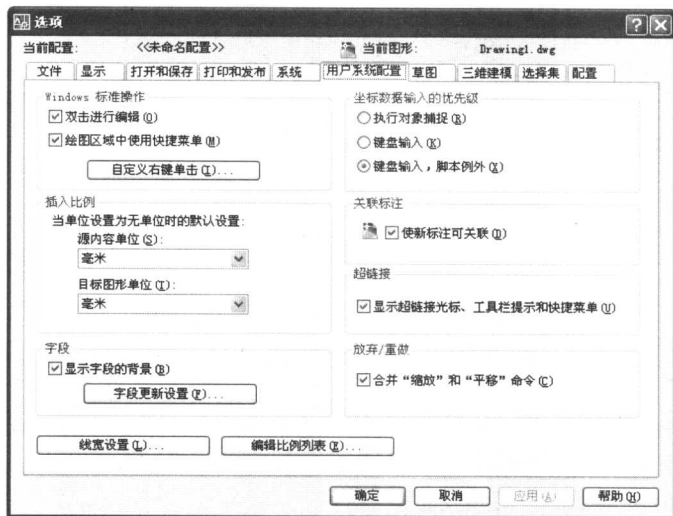

图 1-9 “用户系统配置”选项卡
(1) 从菜单中选择“工具”|“选项”命令,打开“选项”对话框,切换到“用户系统配置”选项卡,如图 1-9 所示。